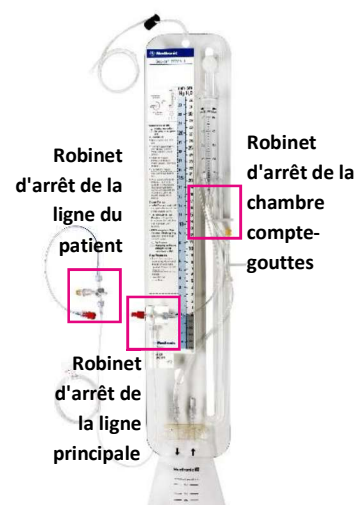

Figure 1
Medtronic a reçu des réclamations de clients signalant des fissures et/ou fuites au niveau du robinet d'arrêt des EDMS Becker et Exacta. Sur ces dispositifs, les robinets d'arrêt peuvent se trouver à trois emplacements différents dans les EDMS, en fonction de la configuration spécifique du système (voir la figure 1 pour un exemple de système Becker).
- Si le système présente des fissures ou des fuites pendant l'utilisation, remplacez-le en utilisant une technique stérile et renvoyez le système endommagé à Medtronic. Si la fuite se produit au niveau du robinet d'arrêt de la ligne du patient (voir la figure 1), envisagez l'application d'une pince hémostatique ou autre sur la ligne proximale du patient tout en coordonnant un remplacement si l'occlusion de la ligne du patient ne crée pas de risque pour le patient.